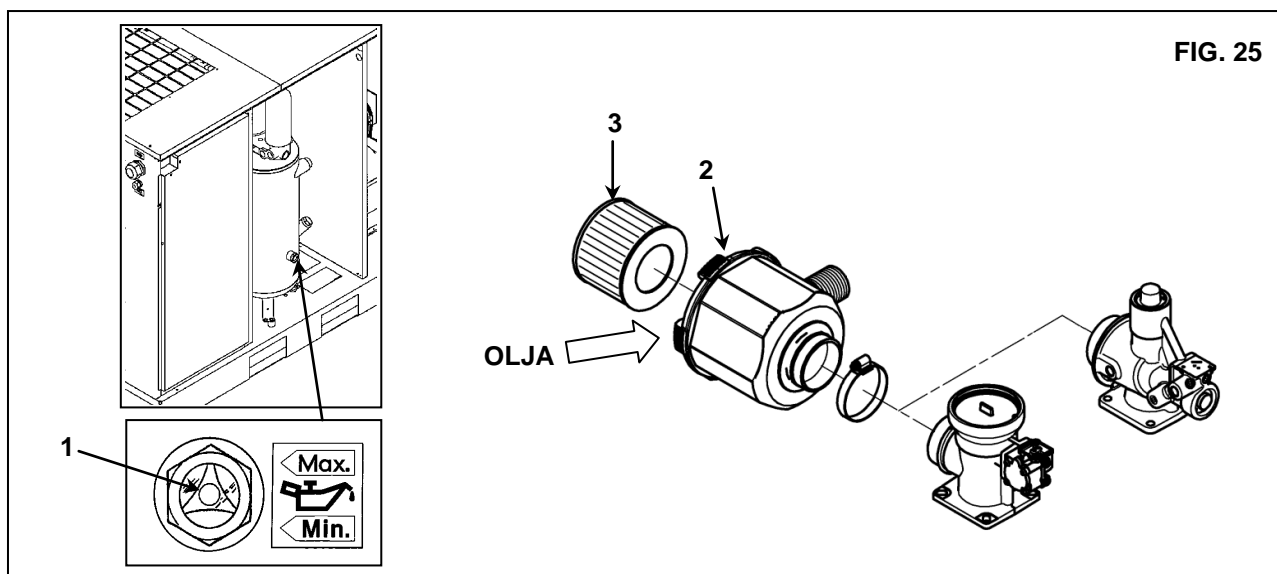

FIG. 25
Kontrollera oljenivån Ref. 1 fig. 25. När maskinen levereras är den fylld med olja. Om oljenivån inte är som den ska, fyll på med samma olja som den ursprungliga typen. Om det har gått mer än tre månader mellan inspektionen i fabriken och installationsdatumet, smörj skruvgruppen före start, följ proceduren som beskrivs nedan:
- Ta bort locket Ref. 2 fig. 25
- Ta bort luftfiltret Ref. 3 fig. 25
- Sätt ihop luftfiltret Ref. 3 fig. 25
- Sätt ihop locket Ref. 2 fig. 25